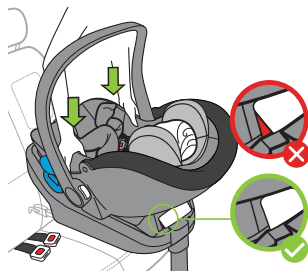

Figure 49
- Abaissez le porte-bébé sur la base et appuyez de chaque côté du porte-bébé pour le connecter à la base, comme indiqué dans la **Figure 49**. La zone rouge sur le côté de la poignée de déverrouillage disparaîtra complètement lorsque le porte-bébé est correctement fixé. Si la zone rouge est visible, le porte-bébé n'est PAS correctement sécurisé.